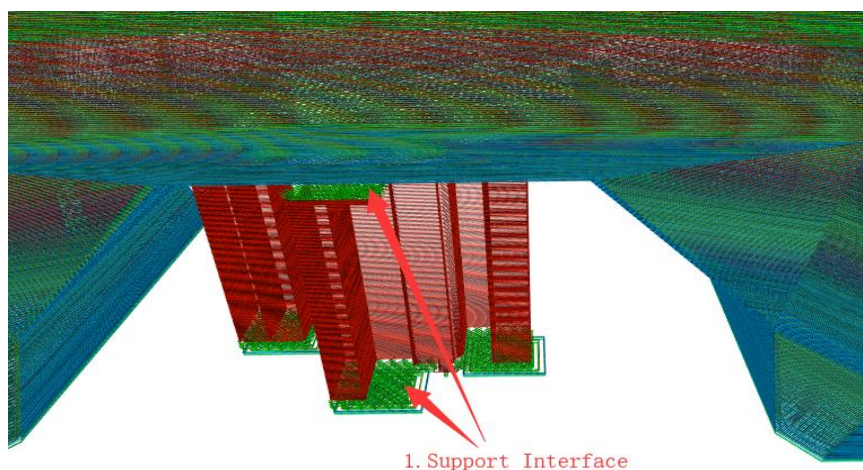

图 10, 图中箭头所指从上到下分别为支撑上表面和下表面
(6)支撑表面速度 (单位 mm/s) : 即模型支撑上、下表面的打印速度, 如图 10; 建议支撑表面速度为: 10-60mm/s